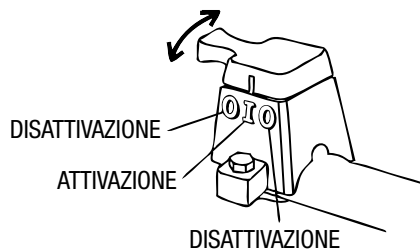

Figura 46. Interruttore arresto del motore (manubri)
2. Girare l'**interruttore di arresto del motore** posizionato sui manubri (figura 46) sulla posizione "**OFF**" (DISATTIVAZIONE). Lo spegnimento del motore attraverso questo interruttore, conferma che sta funzionando correttamente.
3. Girare l'**interruttore di arresto del motore** posizionato sui manubri (figura 46) sulla posizione "**OFF**" (DISATTIVAZIONE). Lo spegnimento del motore attraverso questo interruttore, conferma che sta funzionando correttamente.